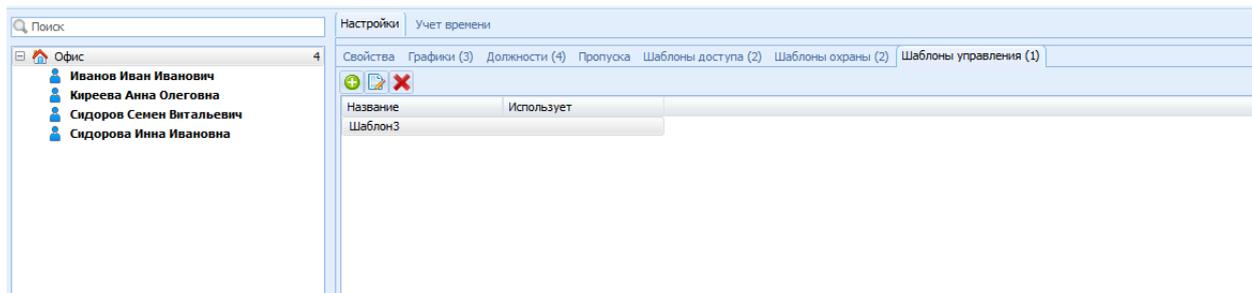

Рисунок 23.30 Закладка «Шаблоны управления» для выбранной организации
- 2) В поле с характеристиками выбранного объекта перейти на закладку **Шаблоны управления** и нажать кнопку  панели меню (Рисунок 23.30).